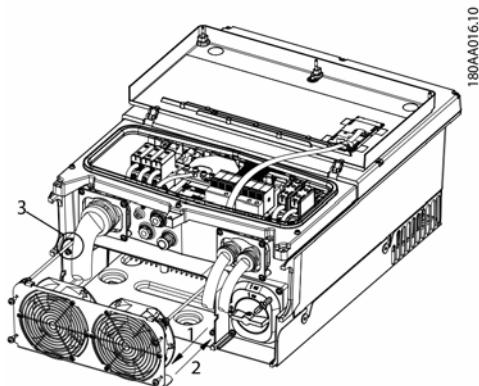

Рисунок 1.4
5. Извлеките блок вентилятора. См. (1) и (3) на рис. 1.4.
1. Введите два черных кабеля через отверстия в нижней части инвертора, по 1 кабелю с каждой стороны. См. (3) на рис. 1.4.
2. Вставьте новый блок вентилятора. См. (2) на рис. 1.4. Заведите кабели внутрь инвертора, одновременно вдавив блок вентилятора в корпус. Затяните 4 винта (2,5 Н·м).